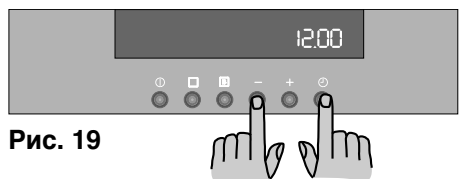

Рис. 19
2. Одновременно нажмите кнопки  и . Системой подается кратковременный звуковой сигнал, а на дисплее появляются цифры "12.00" (Рис.19).